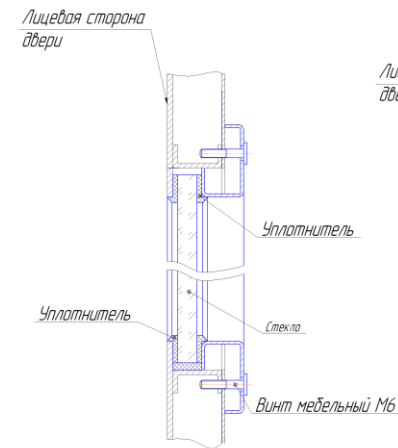

рис. 2
6.5. После окончательного монтажа **двери со стеклом 300x700 и передаточным лотком «Щелевым пластиковым»** выполнить следующее (см. рис.2,4)
6.4. После окончательного монтажа двери со стеклом 300x700 выполнить следующее: см. рис.2,3